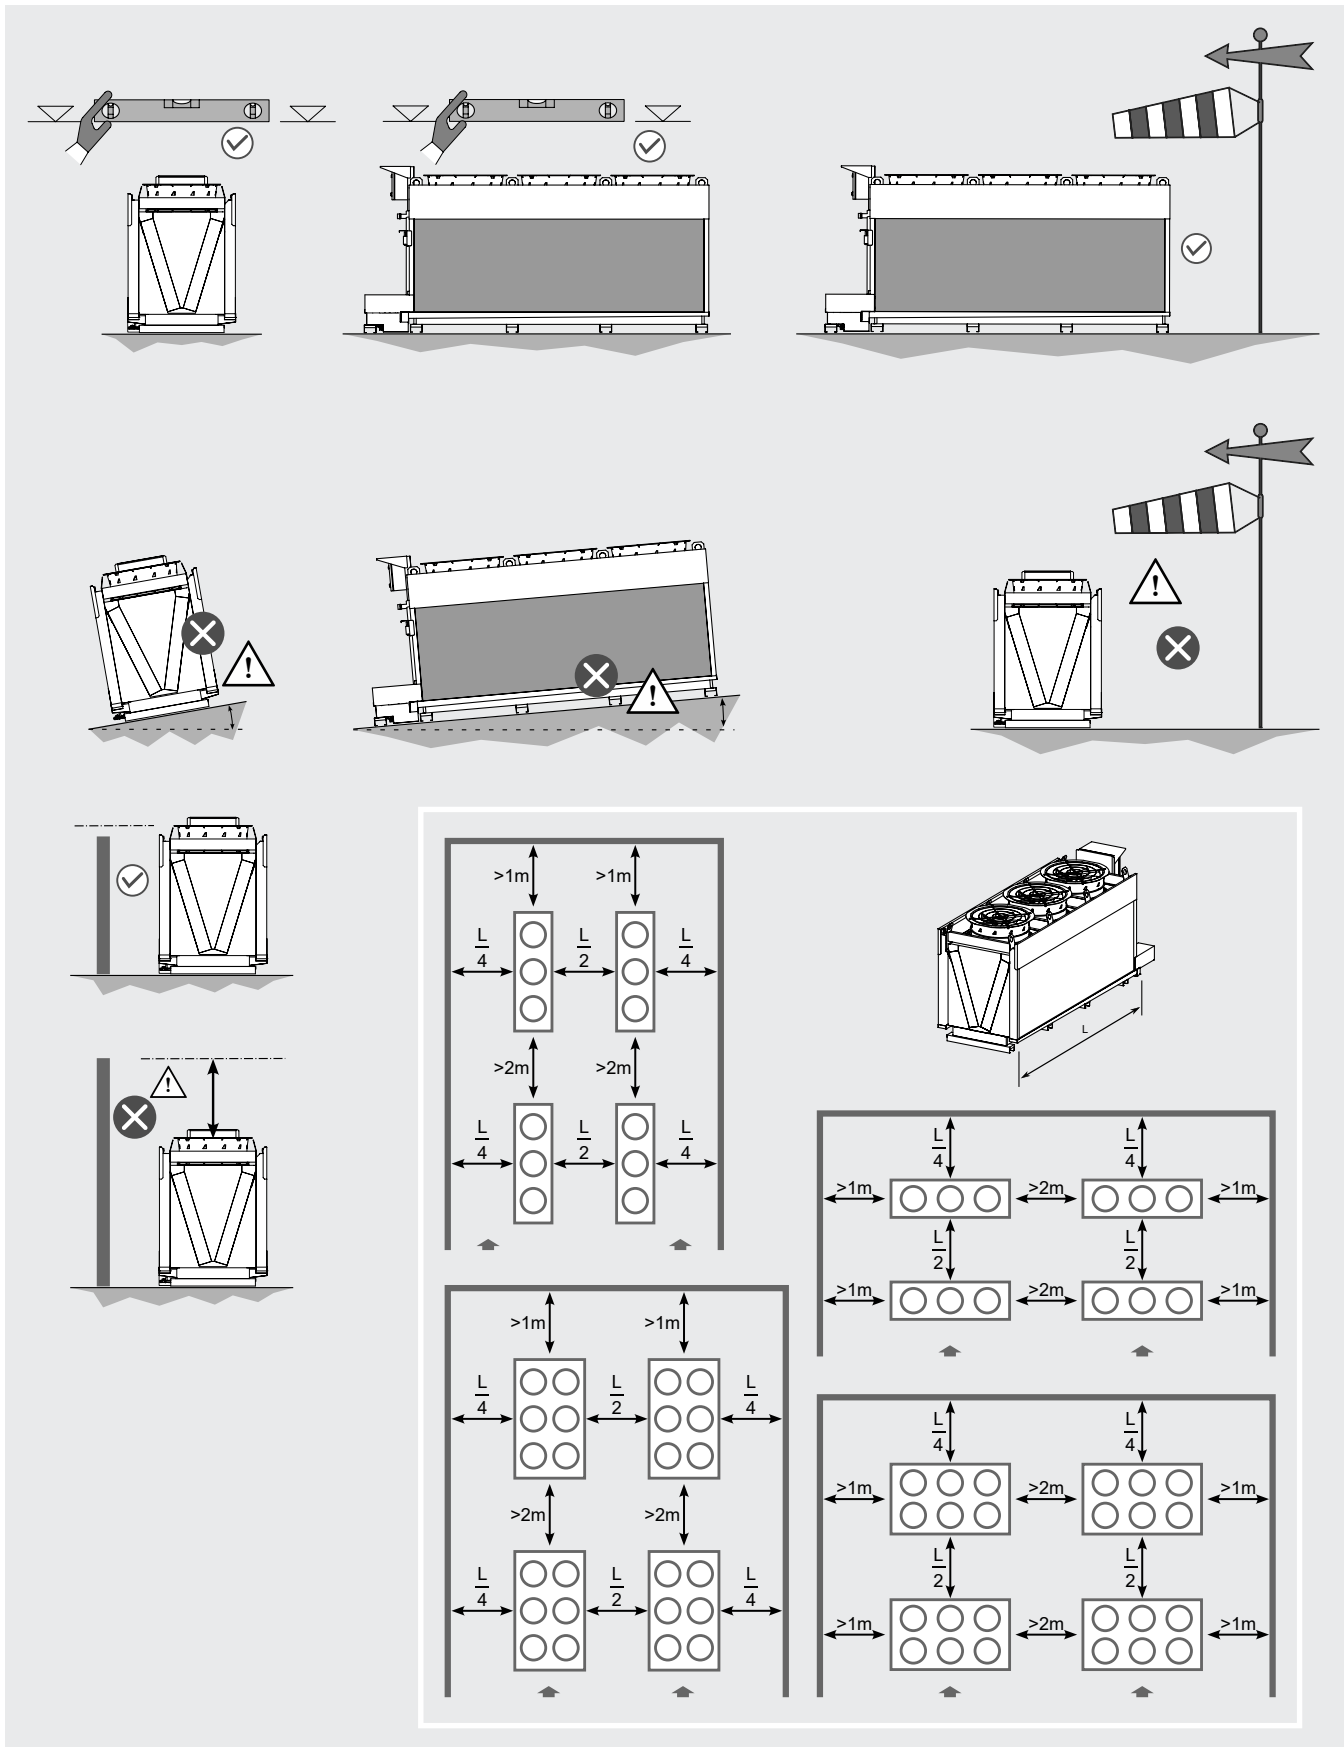

Figure 9
- 6.6 Prévoir un espace adéquat pour la circulation de l'air et la maintenance. Évitez de diriger le flux d'air contre des surfaces réfléchissantes ou des surfaces qui augmentent le niveau de bruit. L'espace minimal entre les modèles peut être réduit en fonction de la hauteur de positionnement, à l'aide de pieds spéciaux rehaussés ou d'une plateforme de support. Pour un fonctionnement optimal, positionnez le modèle orthogonalement à la direction des vents dominants. Pour des installations différentes des indications, contacter Modine. Le modèle doit être installé sur une surface plane parfaitement horizontale, capable de supporter le poids du modèle. Voir la Figure 9.